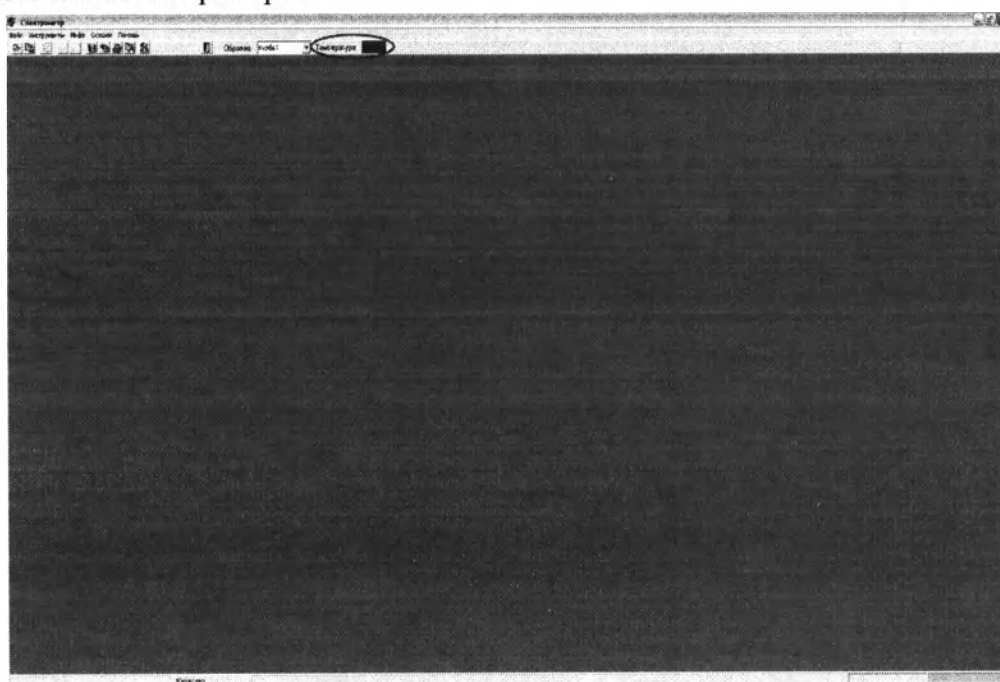

Рис. 8 Поле «Температура» в главном окне программы.
- 7.13 Проконтролировать информационное поле «Температура» (Рис. 8). Если цвет поля красный – не функционирует цифровой термометр. Обратитесь к изготовителю прибора.